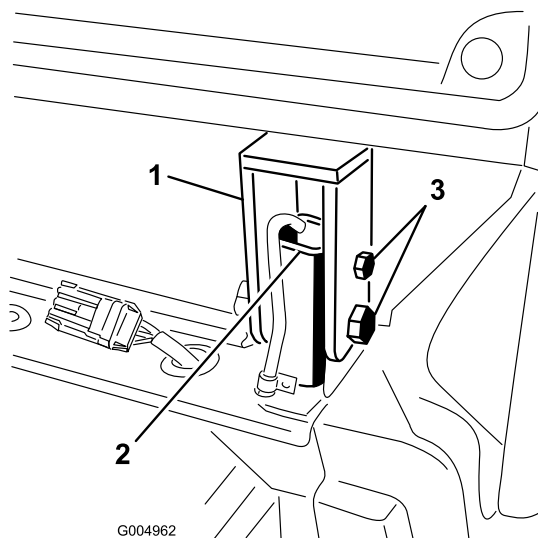

**Рисунок 80**
29. Установите подъемную трубу кабины в вырезы в полу кабины (Рисунок 80).